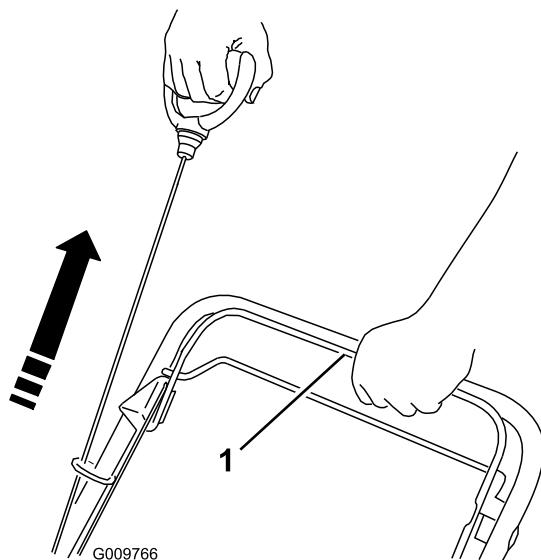
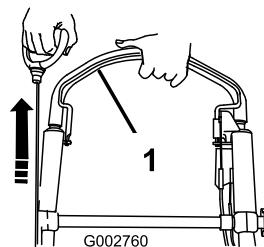

Figura 23
Figura 24
- Sujete la barra de control de la cuchilla contra el manillar y tire del arrancador de retroceso (Figura 23 o Figura 24).